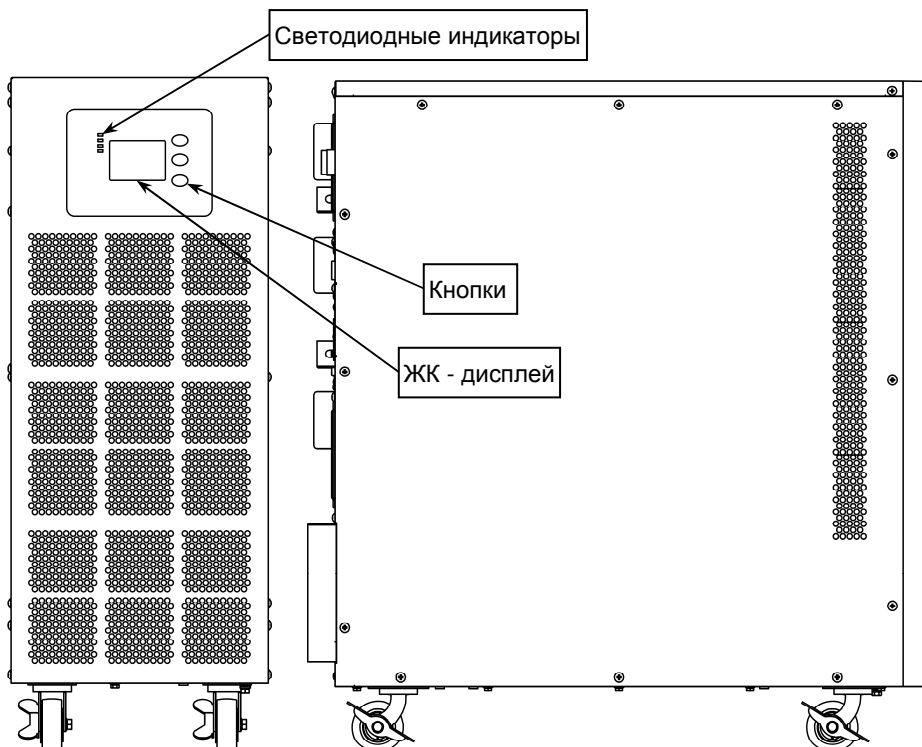
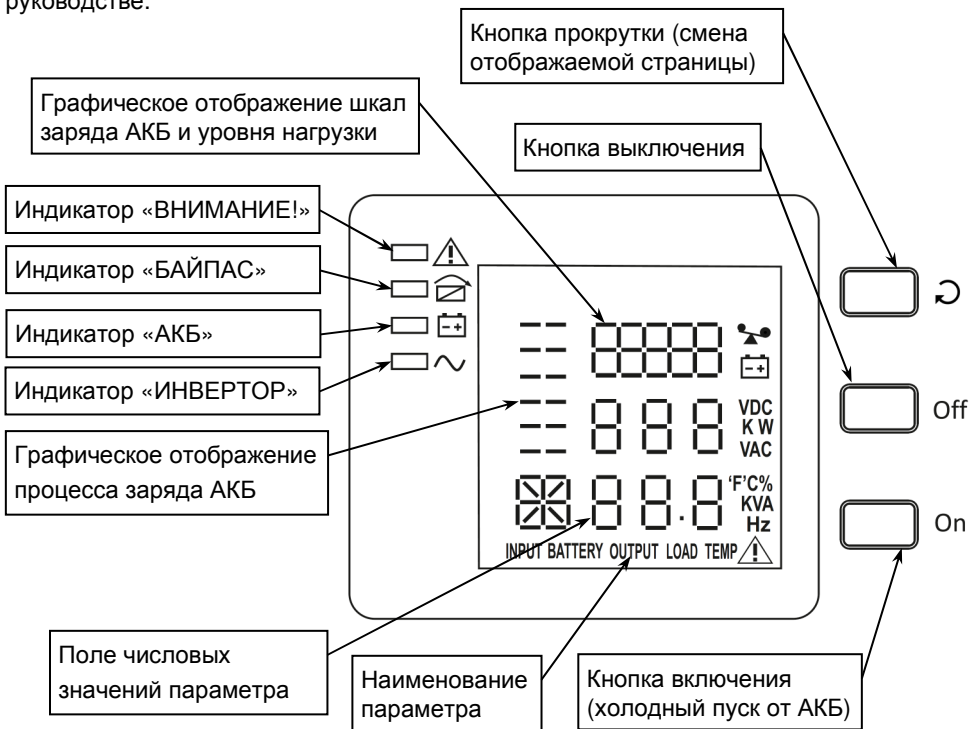

Рисунок 1 - Общий вид изделия спереди и слева
Рисунок 3 - ЖК—дисплей
**Изделие выполнено** в напольном варианте корпуса типа TOWER, на передней панели которого расположены ЖК-дисплей, светодиодные индикаторы и кнопки управления (см. раздел «ОПИСАНИЕ ЖК—ДИСПЛЕЯ», рисунок 1 и рисунок 3).
**На ЖК—дисплее** отображаются значения основных параметров изделия (см. рисунок 3).